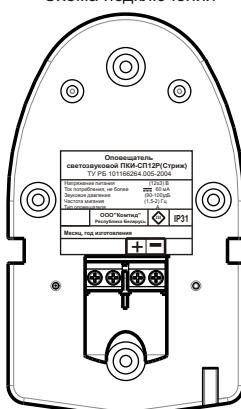

Рис.2 Схема подключения и диаграмма направленности звука оповещателя.
2.6. Диаграмма направленности звука на рис.2 (п.5.3)
5.1. Перед установкой необходимо проверить внешний вид оповещателя на наличие повреждений и проверить работоспособность следующим образом: подключить источник питания (типа Б5-7) к выводам оповещателя (рис.2), предварительно установив напряжение питания (12 ± 3) В. При этом оповещатель должен выдать звуковой и световой сигналы.
5.3. На рис.2 показана схема подключения и диаграмма направленности звука оповещателя.